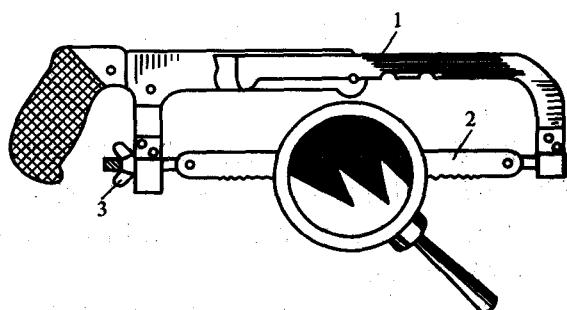

图 1-20 手钢锯
(1) 手钢锯：手钢锯是由锯弓、锯条和张紧螺母组成，如图 1-20 所示。使用时，先通过张紧螺母调整锯条，然后右手握满锯柄，左手轻扶锯弓前端。起锯时，压力要小、行程要短、速度要慢，锯割时，行程要长，以 20~40 次每分钟为宜，快要锯断时，压力要小、行程要短、速度要放慢，用左手扶住被锯下的部分，以防落地损伤工件或砸伤脚。
(2) 电锯：电锯的特点是速度快、锯割质